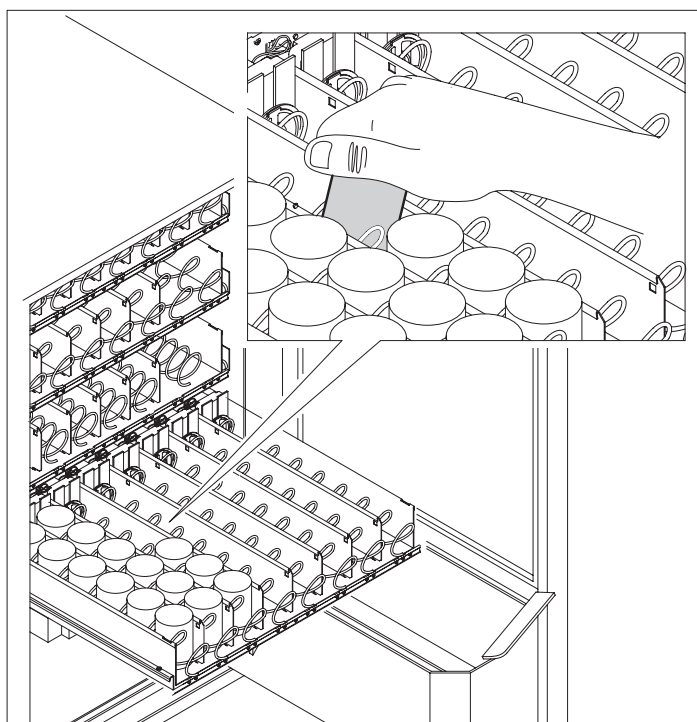

Fig. 6.9
- introduzir os produtos começando pela parte anterior da gaveta até a parte mais interna. Não deixar espaços vazios (Fig. 6.9).